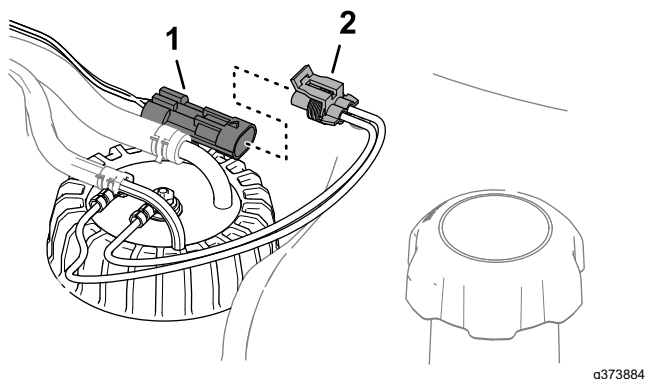

Figure 124
3. Débranchez le connecteur à 2 douilles du faisceau du transmetteur de niveau de carburant du connecteur à 2 broches du faisceau de la machine (Figure 124).